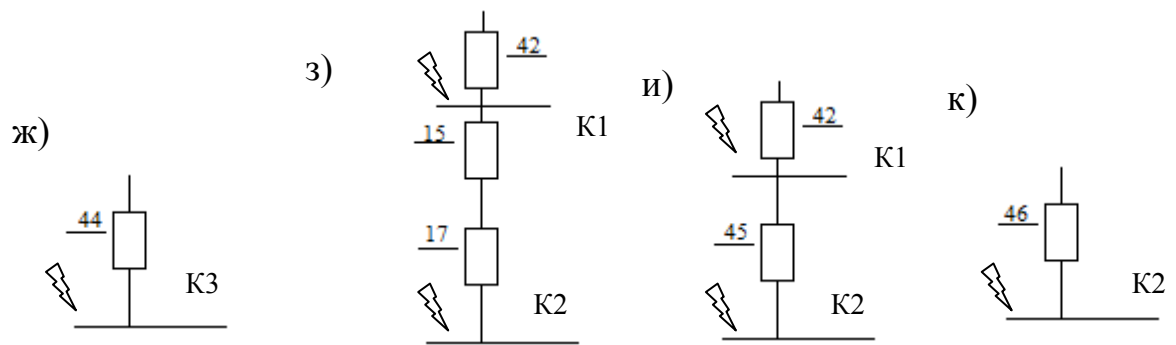

Рис. 7 Схемы преобразования, а-к
4.1 По схеме преобразования рис.7, а:
4.2 По схеме преобразования рис.7, б:
4.3 По схеме преобразования рис.7, в:
4.4 По схеме преобразования рис.7, г:
4. 5 По схеме преобразования рис.7, д-е:
4. 6 По схеме преобразования рис.7, ж:
4. 7 По схеме преобразования рис.7, з-и:
4. 8 По схеме преобразования рис.7, к: